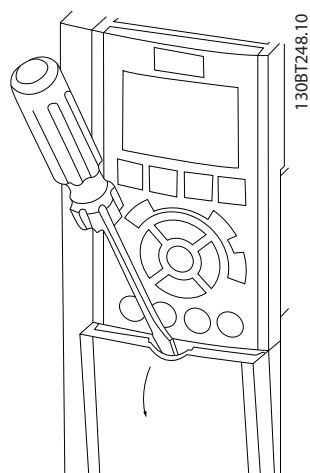

Ilustración 2.9 Acceso al cableado de control de las protecciones A2, A3, B3, B4, C3 y C4
- Retire la placa de cubierta de acceso con un destornillador. Consulte la *Ilustración 2.9*.